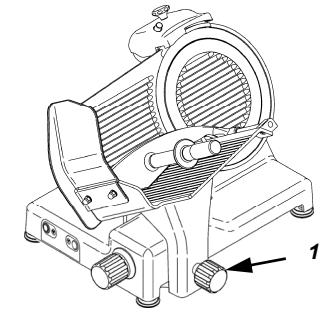

Abb. 28
- überprüfen, ob der Teller mittels Festklemmdrehgriff gut befestigt worden ist (Abb. 28 Detail 1);